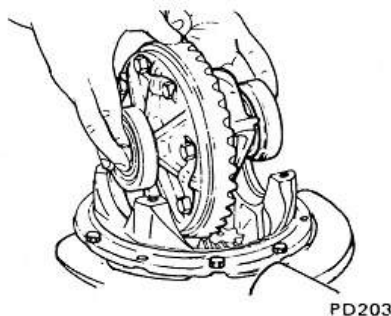

Fig. PD-68 Dépose de l'ensemble coquille du différentiel
1. Marquer des repères sur les chapeaux de palier et sur le carter. Déposer les chapeaux de palier et sortir l'ensemble coquille du différentiel. Voir figure PD-68.